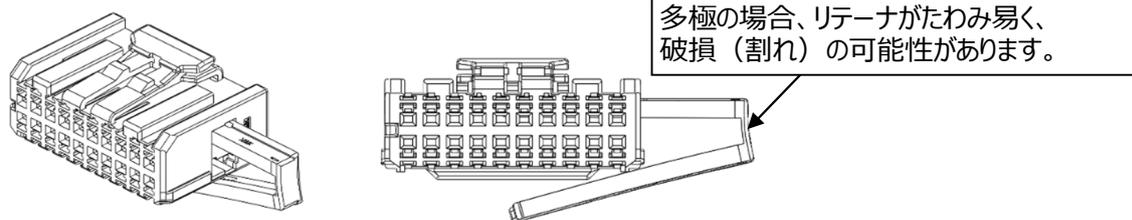

図 34.リテーナ非正規挿入
④ 図 34 に示すような正規位置以外に無理に挿入しないでください。
- ① リテーナは正規の向き・位置以外では挿入しないで下さい。破損・変形の恐れがあります。(図 34,35 参照)
- ② 破損・変形のあった場合は、使用せず新品と交換して下さい。